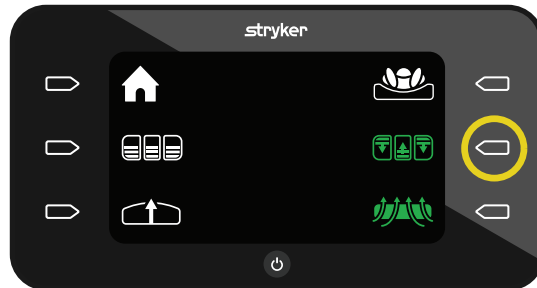

Figure 15 – Mode ALP activé
3. Appuyer sur le bouton d'action en regard de l'icône **mode ALP** (Figure 15).